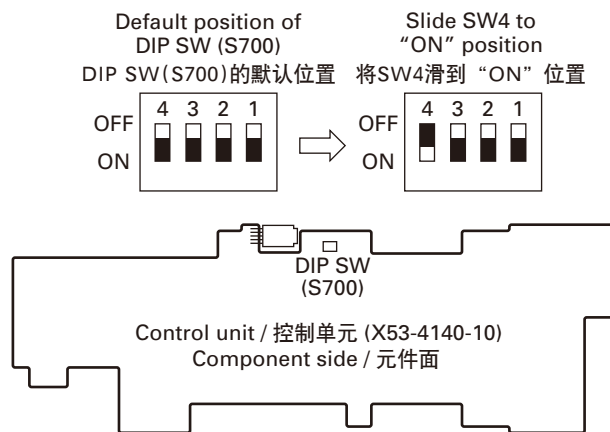

Fig. 1 / 图 1
- Slide the tab on DIP_SW4 (Ref No. S700) to the ON position. (See Fig 1.)
- 将 DIP_SW4 (Ref No. S700) 的突起滑到 ON 位置。(参见图 1)